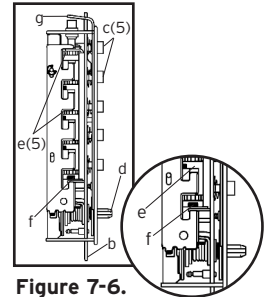

Figure 7-6.
- 10) Regardez les 5 vitesses de code (e). Si des poches de vitesse de code (f) sont déjà à la ligne de cisaillement (position d'ouverture), ignorez-les. Elles ne sont pas employées dans la combinaison (**voir Figure 7-6**).
- 11) Trouvez la vitesse de code pocket/s (e) qui est le plus loin à partir de la ligne de cisaillement (position d'ouverture). Enfoncez ce key-stem/s (c) et libérez (**voir Figure 7-6**). Si des chiffres dans la combinaison étaient diminués ensemble (à la même chose temps), alors ils doivent également être enfoncés ensemble à remettez à zéro la combinaison.
- 12) Trouvez la vitesse de code pocket/s (e) qui est la prochaine le plus loin à partir de la ligne de cisaillement (position d'ouverture). Diminuez ce les keystems (c) et libérez (**voir Figure 7-6**).
- 15) Diminuez la glissière (G) de verrouillage au dessus de la chambre et libérez. (ressembler à une extrémité d'une bougie d'allumage) (**voir Figure 7-6**).